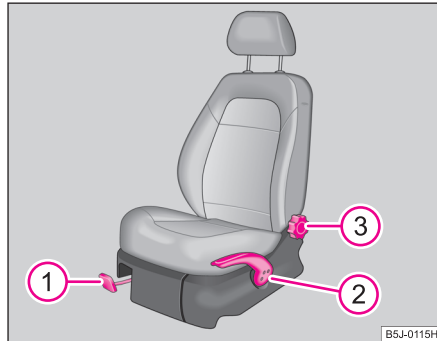

Abb. 49 Bedienelemente am Sitz
- Ziehen Sie den Hebel **1** ⇒ Seite 73, Abb. 49 nach oben und schieben Sie dabei den Sitz in die gewünschte Position.